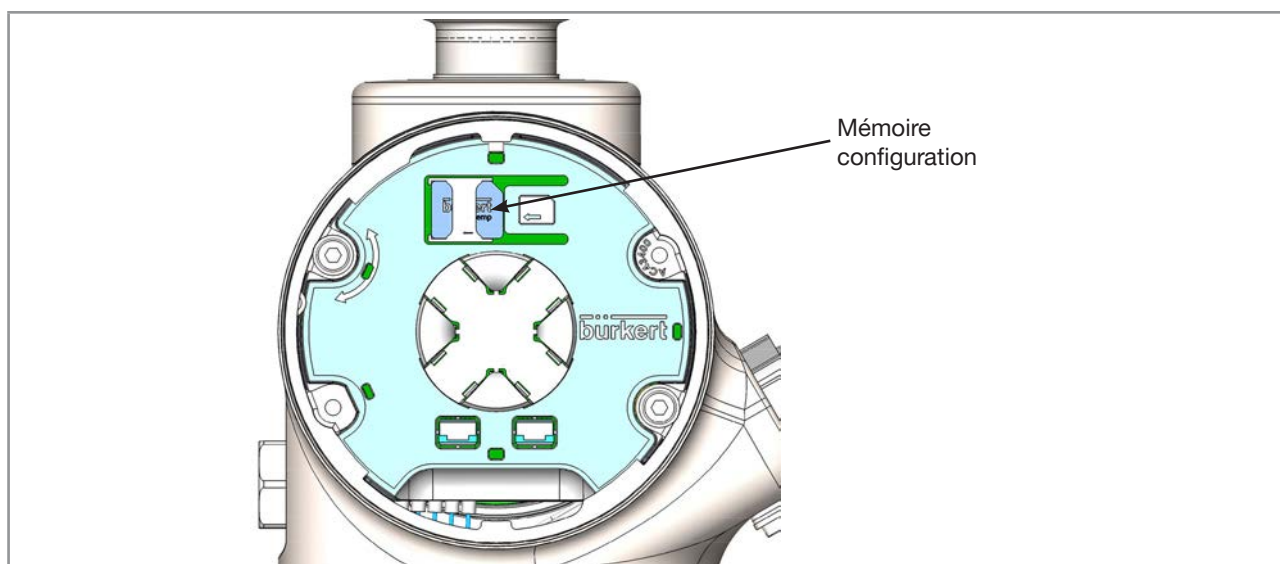

Fig. 50 : Emplacement de la mémoire configuration (carte SIM)
- S'assurer que la mémoire configuration (carte SIM) est insérée dans son emplacement sur l'appareil. Se référer à Fig. 50 ou au paramètre **État mémoire transférable** décrit au chapitre 13.2.9 Voir l'état de la mémoire de configuration.